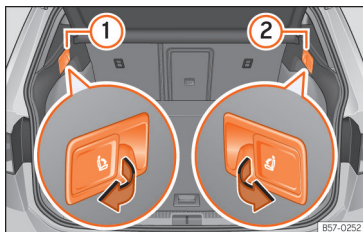

Abb. 81 Im Gepäckraum: Hebel zum Entriegeln der Rück Sitzlehne.
- Ziehen Sie am Hebel zur Fernentriegelung auf der linken ››› (Abb. 81) ① oder rechten ② Seite der Rückenlehne in Pfeilrichtung. Der entriegelte Teil der Rück Sitzbank klappt nun automatisch nach vorn um.